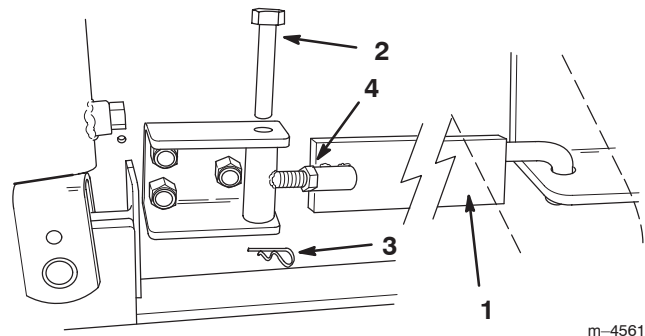

Abbildung 17
19. Wenn der Löffelbagger an einer Zugmaschine der Serie Dingo 200/300 installiert wird, müssen die Seitenstangen an jeder Seite wie in Abbildung 17 gezeigt angebracht werden. Nach der Installation muss der Aufkleber an jeder Seitenstange sichtbar sein.
WICHTIG: Wenn sie nicht richtig passen, die Stangen wieder ausbauen, die Gegenmutter lösen und die Seitenstangen nach Bedarf zusammenschieben oder auseinanderziehen, damit sie so fest wie möglich sitzen (Abb. 17). Nach Abschluss der Arbeit die Gegenmutter festziehen.